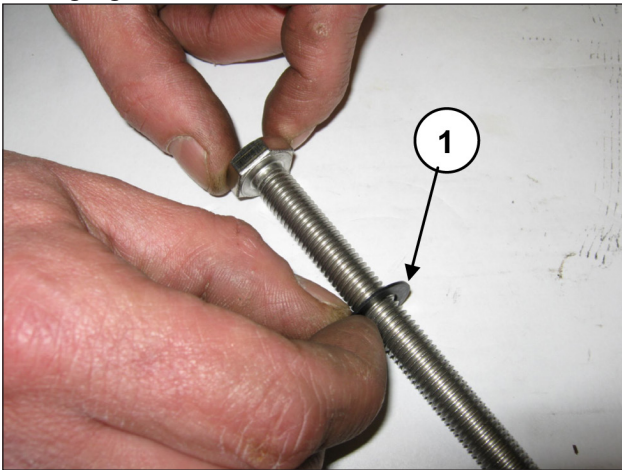

Abb. 156
Setzen Sie die Unterlegscheibe $\varnothing 10 \times 18 \times 0.9$ auf die Befestigungsschraube des Kolbens (Pos. ①, Abb. 156).